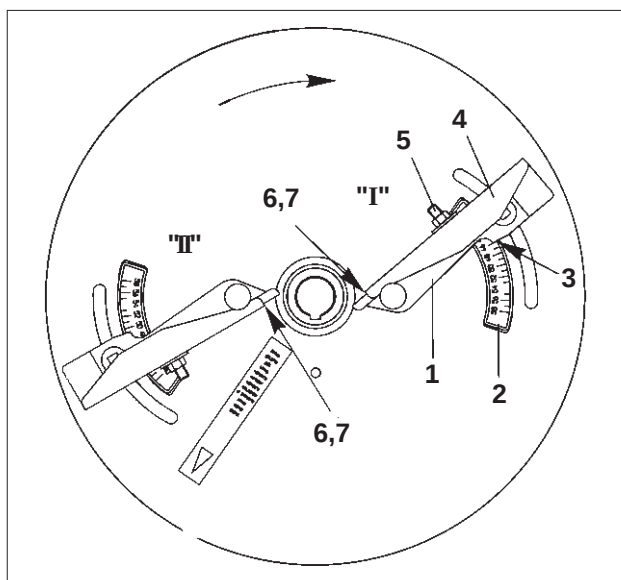

Fig. 7.10
De kantstrooischofel TS 5 - 9 of TS 10 - 14 c.q. TS 14 - 18 wordt met de telescoopschoepen (fig. 7.10/1), afhankelijk van de te strooien kunstmestsoort en de afstand van het eerste rijspoor tot aan de perceelrand volgens opgave van de strooitabel, volgens als volgt ingesteld:
- a) Telescoopschoep (fig. 7.10/1) op de strooischofel na het losdraaien van de betreffende klemmoer binnen het bereik van de schaalverdeling (fig. 7.10/2) verdraaien. Betreffende waarde op de afleeskant (fig. 7.10/3) instellen en de klemmoer weer vastdraaien.
- b) Radiaal verstelbaar buitenste gedeelte van de schoep (fig. 7.10/4), na het losdraaien van de moeren (fig. 7.20/5) op een hogere letterwaarde op de schaalverdeling (fig. 7.10/6) instellen. De ingestelde stand van het buitendeel van de schoep aan de afleeskant (fig. 7.10/7) op de schaalverdeling aflezen.